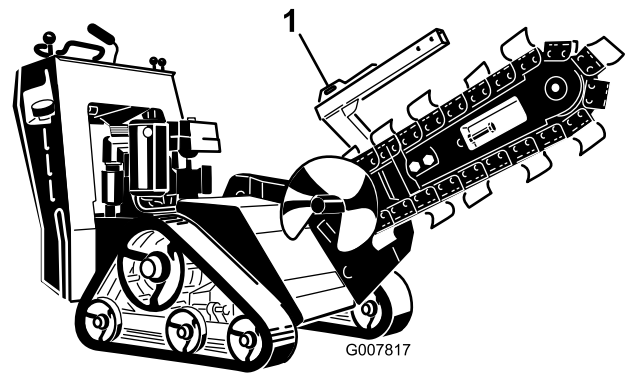
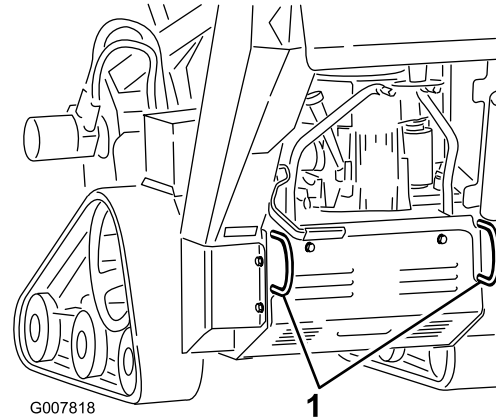

Figura 23
Figura 24
3. Fissate la macchina al rimorchio con catene o cinghie utilizzando gli anelli di attacco/sovvamento sulla parte anteriore e posteriore della macchina (Figura 23 e Figura 24). Fate riferimento alle ordinanze locali per i rimorchi e ai requisiti per i punti di attacco.
La macchina può essere sollevata utilizzando gli anelli di attacco/sovvamento come punti di sollevamento (Figura 23 e Figura 24).